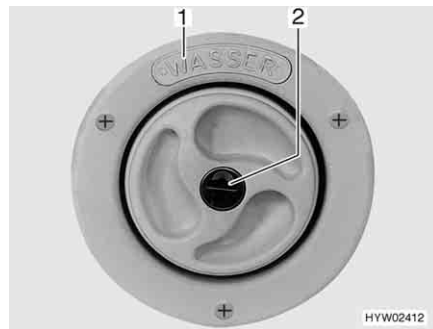
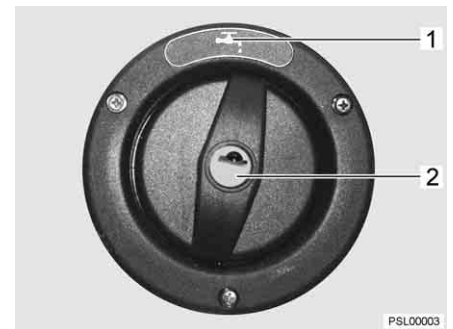

Fig. 199 Tapa de cierre para el tubo de llenado de agua potable
Fig. 200 Tapa de cierre para el tubo de llenado de agua potable (alternativa)
El tubo de llenado de agua potable está marcado con el rótulo "WASSER" (agua) (Fig. 199,1) o con el símbolo "☞" (Fig. 200,1). La tapa de cierre se abre o cierra con la llave para las cerraduras de trampa exteriores.
- Introducir la llave en el cilindro de cierre (Fig. 199,2 ó Fig. 200,2) y girarla un cuarto de vuelta en sentido contrario a las agujas del reloj.